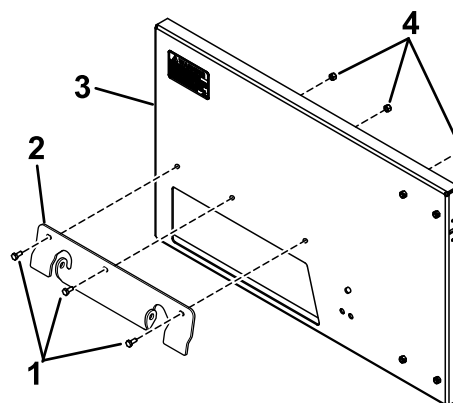

図 2
2. バックプレートに取り付けブラケットを取り付けるボルト $\frac{1}{3} \times \frac{5}{8}$ "4本とロックナット $\frac{1}{3}$ "4個を使用する 図 2。